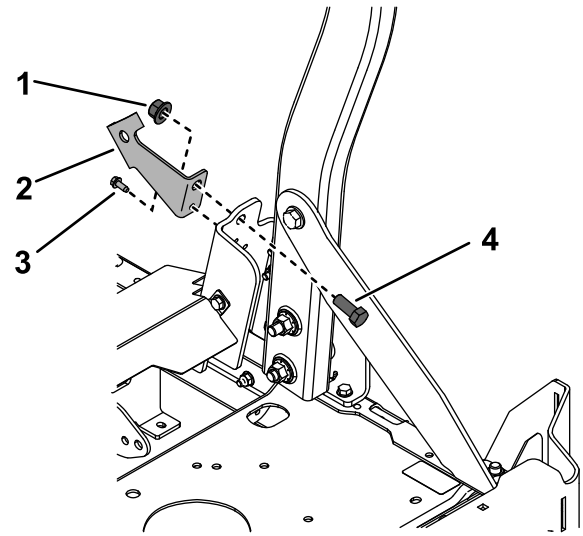

Figure 7
1. Fixez les supports gauche et droit de la ceinture de sécurité à l'aide de 1 boulon (1/2 x 1 1/4 po), 1 contre-écrou (1/2 po) et 1 vis autotaraudeuse (1/4 x 5/8 po) par support (Figure 7). Serrez les boulons à 102 N·m (75 pi-lb).